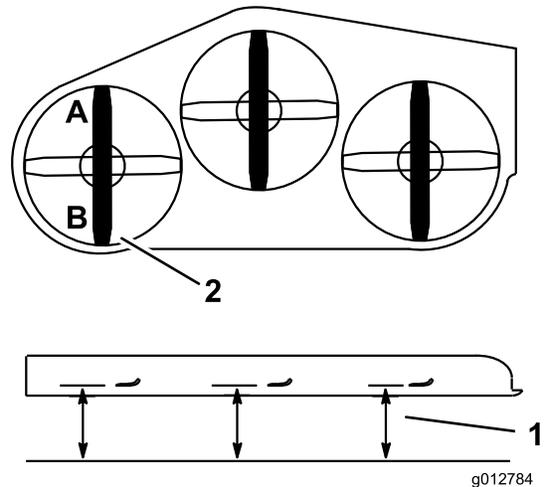

Bild 85
2. Messen Sie das linke Messer an der Stelle **A** von einer ebenen Oberfläche bis zur Schnittkante der Messerspitze und notieren Sie den Wert (Bild 85).
3. Messen Sie das linke Messer an der Stelle **B** von einer ebenen Oberfläche bis zur Schnittkante der Messerspitze und notieren Sie den Wert (Bild 85).
4. Das Schnittmesser sollte an Stelle **A** 6 bis 10 mm niedriger sein als an Stelle **B** (Bild 85). Sollte die Einstellung nicht richtig sein, machen Sie mit den folgenden Schritten weiter.